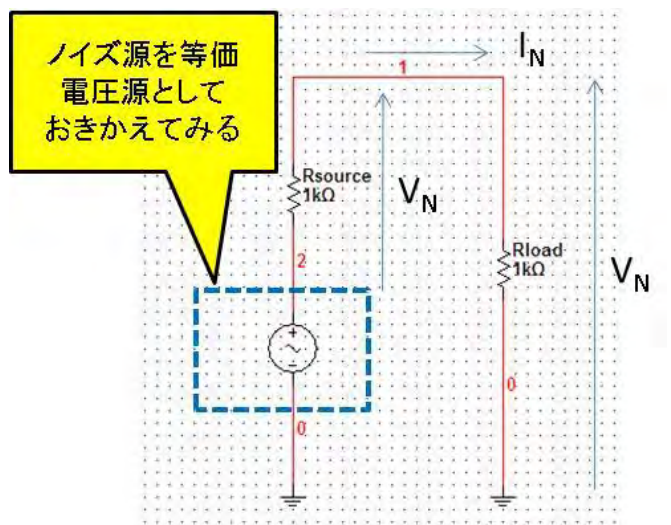

図 14. これまでの入力換算ノイズ源 (電圧源)
「電圧ノイズ」だとして入力換算表記で「等価入力換算ノイズ源」としてモデル化してみると、図 14 のようになります。図 14 の等価電圧源の場合は、 R_{source} と R_{load} にそれぞれ $V_N = \text{SQRT}(kTR) [V/\sqrt{Hz}]$ が加わりますから、等価電圧源は V_N の 2 倍で（ここまでの説明のように） $V = \text{SQRT}(4kTR) [V/\sqrt{Hz}]$ でした。
15) は図 14 の等価電圧源と「等価」になるわけです。